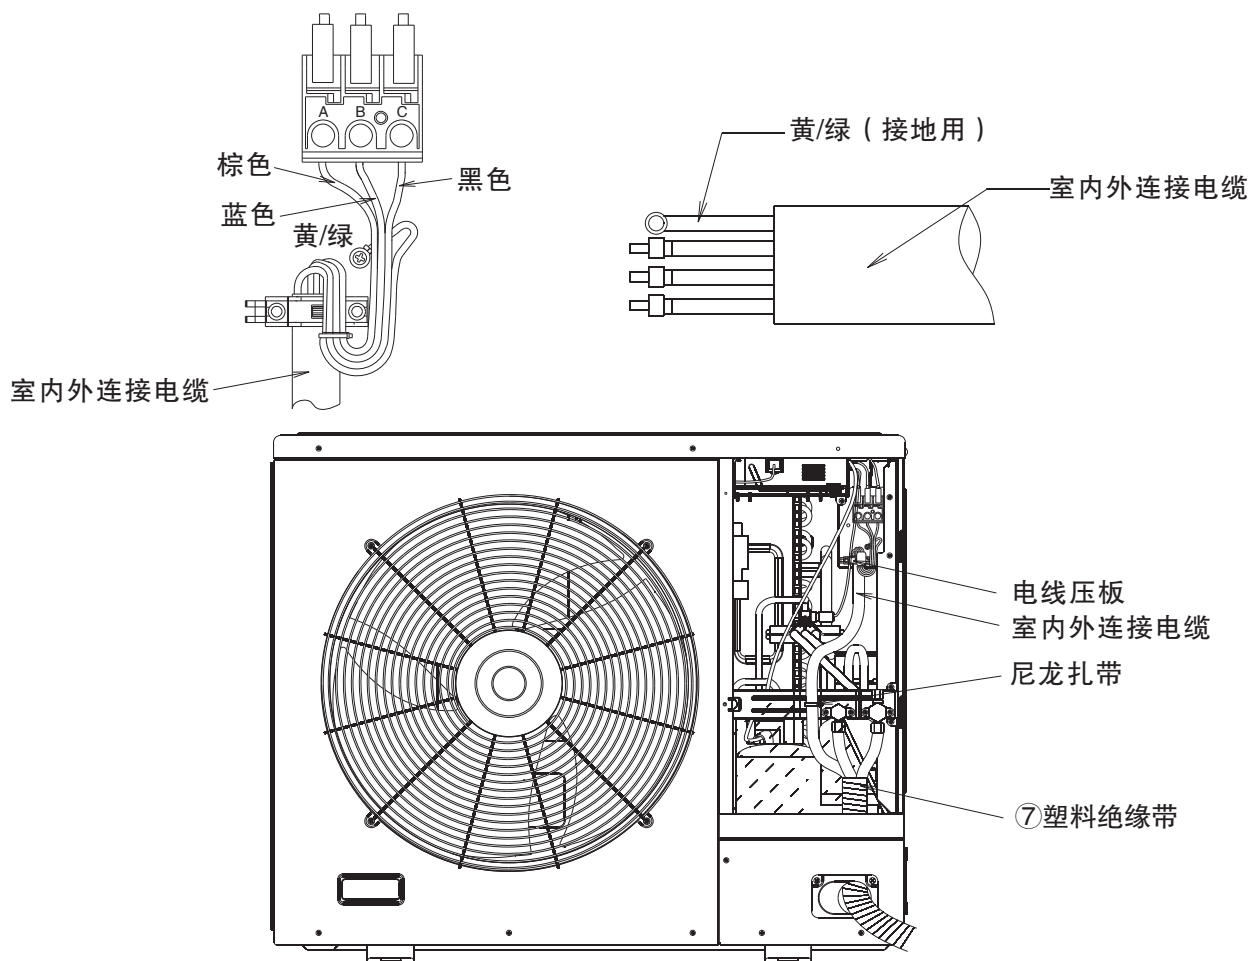

图16
- (1) 参照P15页“室外机的安装”内容，将连接盖板拆除。
- (2) 将连接电缆穿过连接管盖板，再穿过阀门安装板上的扎带，待接线完毕后再将扎带拉紧，并将扎带多余部分剪掉。
- (3) 把连接电缆按电气接线图所示正确地牢固连接。（紧固力矩为 $0.8\sim 1.5\text{N}\cdot\text{m}$ ）
- (4) 用电线压板将连接电缆压住后，用螺钉紧固，如图16。